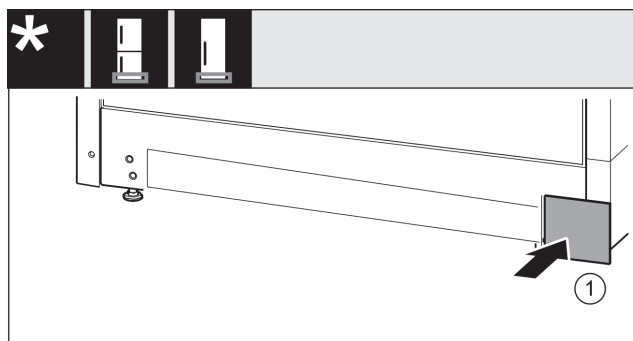

Fig. 22
- Kryt Fig. 22 (1) opět nasadte na druhé straně.